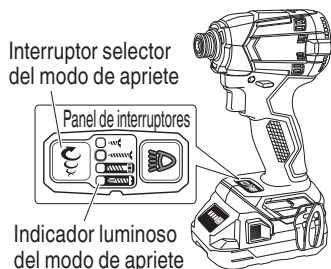

Fig. 14
9. Función del selector de modo de apriete (Fig. 14)